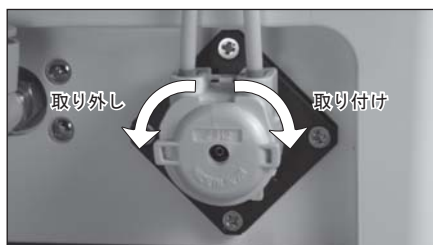

図 1
- 2) 注水ポンプを図 1 と同じ向きにモータ軸にゆっくり挿し込み、「カチッ」とロックするまで右に回し取り付けます。